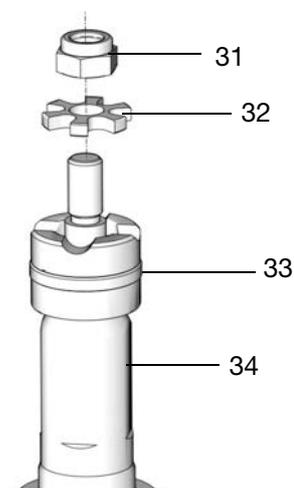

FIG. 36
14. Mettez la rondelle éventail (32) et le contre-écrou (31) sur la tige de piston (34), comme illustré à la Fig. 36